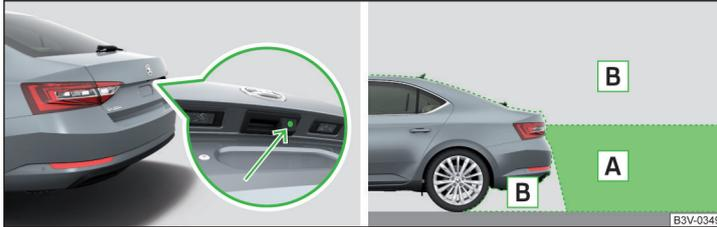

Abb. 273 Verbauplatz der Kamera / Abgetasteter Bereich hinter dem Fahrzeug
Die Kamera für die Erfassung des Bereichs hinter dem Fahrzeug befindet sich im Griff der Gepäckraumklappe » Abb. 273.
**Bereich hinter dem Fahrzeug** » Abb. 273